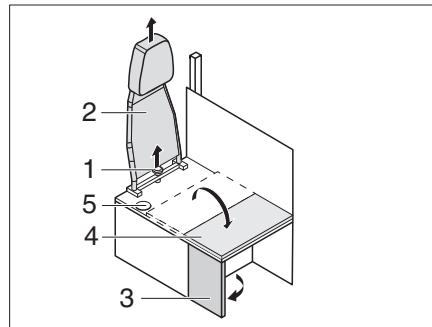

Fig. 199 Transformación del funcionamiento con el vehículo en marcha al funcionamiento para vivir y estar
- Desatornillar el tornillo de estrella (Fig. 199,1) y retirar el respaldo (Fig. 199,2) hacia arriba.
- Desplegar la pared lateral (Fig. 199,3).
- Plegar la prolongación del banco (Fig. 199,4) sobre la pared lateral.
- ▷ Para la transformación del funcionamiento para vivir y estar al funcionamiento con el vehículo en marcha proceder en orden inverso al descrito. Asegurar que el cinturón de seguridad se introduce a través de la abertura (Fig. 199,5).